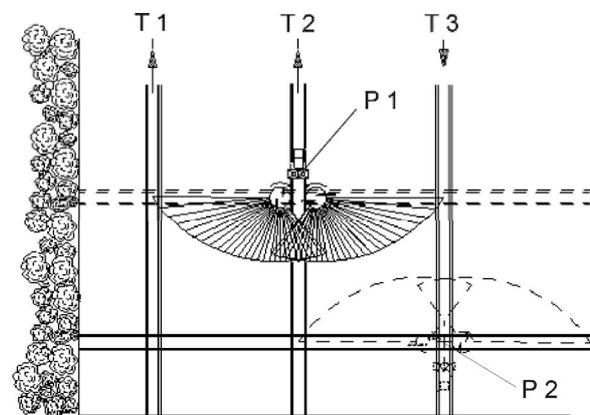

Рис. 48
**Открывайте заслонку при "движении вперед" приблизительно в точке Р1** (Рис. 48), когда распределитель проходит 2-ю технологическую колею разворотной полосы (прерывистая линия).
**Закрывайте заслонку при "движении назад" в точке Р2** (Рис. 48), когда распределитель находится на уровне первой технологической полосы разворотной полосы.